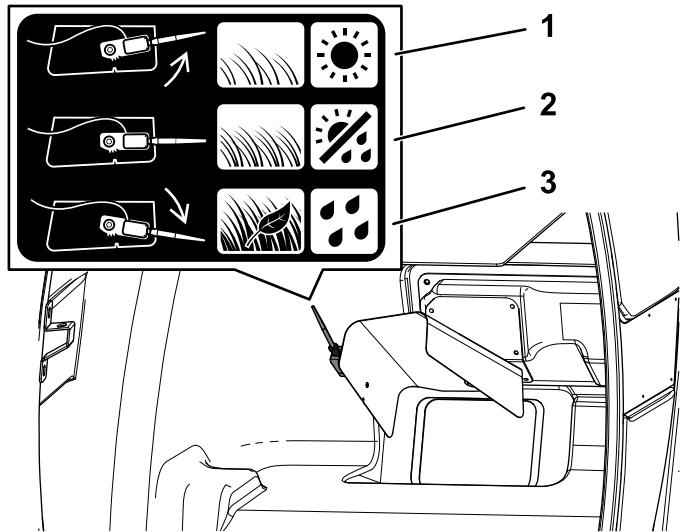

図 28
- 通常の芝状態や通常の天候時には、センサーを中位置にセット図 28。
- ぬれた芝、密度の高い芝生、落ち葉を集めるとや、センサーが働く前にホッパーが満杯になつてしまう場合にはセンサーを下向きに回す図 28。
- 乾いた芝、密度の低い芝生や、ホッパーが満杯になつてないのにデッキが停止する場合にはセンサーを上向きに回す図 28。